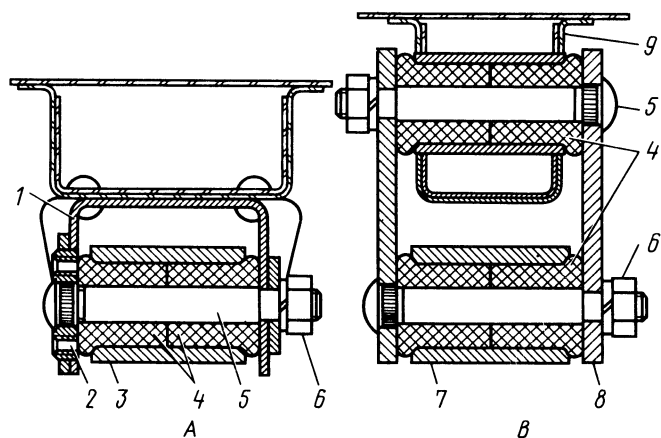

Рис. 148. Крепление концов рессоры:
Все пальцы 5 (рис. 148) крепления рессор одинаковы и запрессованы в шайбы 2 или щеки 8 серег. Противоположные концы пальцев затягиваются гайками 6.
5. Отсоединить задний конец рессоры, отвернув две гайки 6 (см.рис. 148, В).